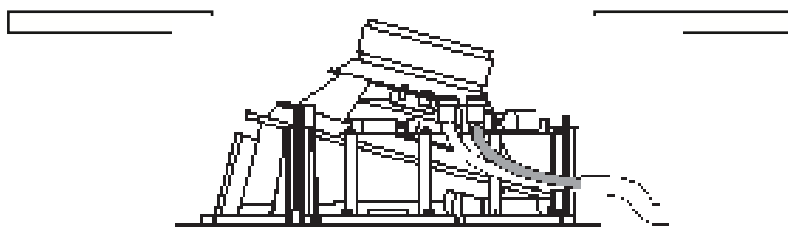

Fig 4 / Schéma 4 / Abb. 4 / Fig. 4 / Fig. 4 / Fig. 4
STEP 2: Strip and attach speaker wires to the speaker before inserting into the hole cutout. The Series Two, Series Four and Series Six speakers use different speaker terminals, Series Six is shown. (Fig 4)
SCHRITT 2: Isolieren Sie die Lautsprecherleitungen ab und schließen Sie diese am Lautsprecher an, bevor Sie den Lautsprecher in den Ausschnitt einsetzen. Die Lautsprecher der Baureihen 2, 4 und 6 nutzen jeweils unterschiedliche Lautsprecheranschlüsse. In der Abbildung sehen Sie Baureihe 6. (Abb. 4)
FASE 2: attaccare i cavi dell'altoparlante con del nastro prima di inserirli nella sagoma del foro. Gli altoparlanti Series Two, Series Four e Series Six utilizzano diversi terminali di altoparlanti. Qui viene mostrata la Series Six. (Fig. 4)
ETAPA 2: Descasque e conecte os fios do alto-falante ao alto-falante antes de inserí-lo no recorte do orifício. Os alto-falantes Series Two, Series Four e Series Six usam diferentes terminais. O Series Six é mostrado na figura. (Fig. 4)
PASO 2: Pele los cables de altavoz y conéctelos al altavoz antes de introducirlo en el corte ahuecado. Los altavoces Series Two, Series Four y Series Six utilizan terminales de altavoz diferentes; aquí se muestra Series Six. (Fig. 4)